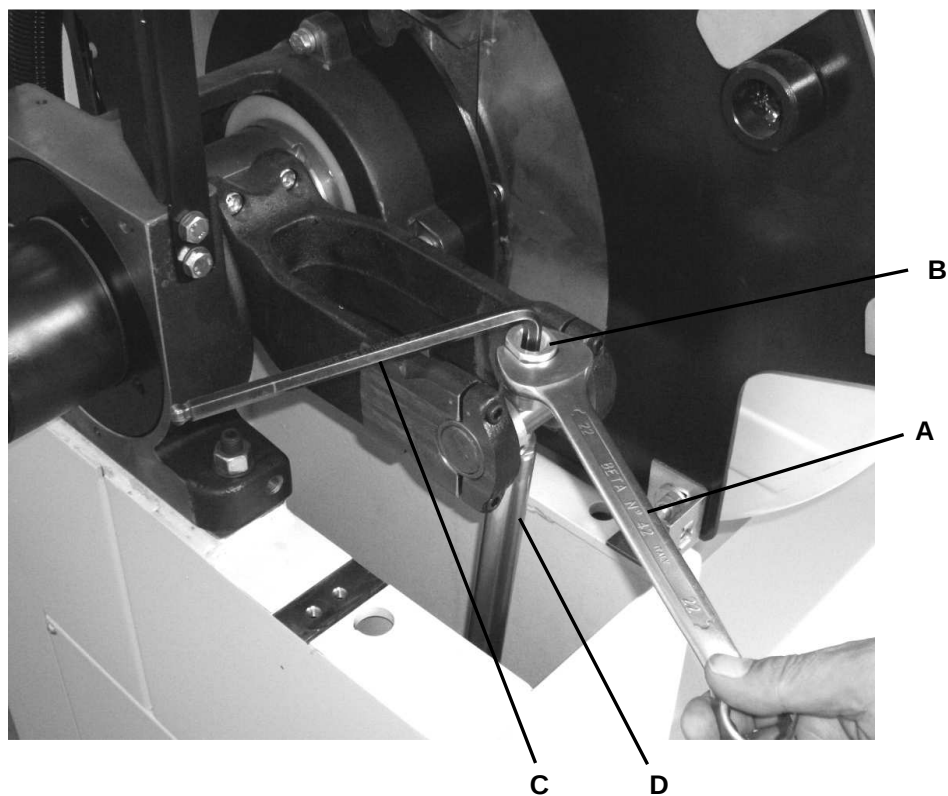

Fig. 09-07
- Con la chiave 'A' allentare il controdado 'B', quindi, ruotando la chiave 'C', regolare la posizione dello stelo del cilindro 'D' (**Fig. 09-07**).
- Stringere il controdado 'B' - **Fig. 09-07** e verificare con una squadra che il taglio avvenga a 90°, eventualmente, registrare ulteriormente la posizione dello stelo del cilindro.